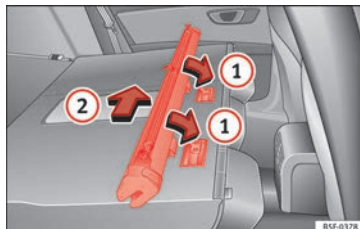

Fig. 126 Montar a rede de separação nos encostos do banco traseiro.
- Coloque a carcaça da rede nos rebaios das calhas de fixação no sentido das setas » **Fig. 126** **1**.
- Empurre a carcaça para o lado esquerdo do veículo no sentido da seta » **Fig. 126** **2** e até ao limite.
- Puxe da carcaça da rede aproximadamente 5 cm no sentido contrário da seta »» Fig. 126 ②.
- Retire a carcaça das calhas de fixação puxando no sentido contrário ao das setas »» Fig. 126 ①.